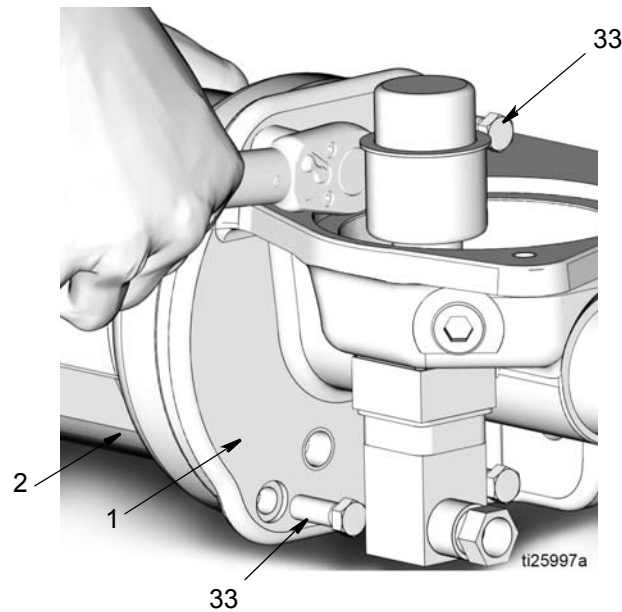

FIG. 18
14. Con una llave de tubo de 3/8 de pulgada, saque los 4 pernos (33) que sujetan el cilindro de aire (2) a la base de la bomba (1) (FIG. 18). Desmonte el cilindro de aire de la base de la bomba.